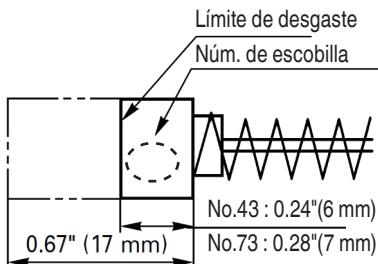

Fig. 20
4. Inspeccionar las escobillas de carbón (Fig. 20)